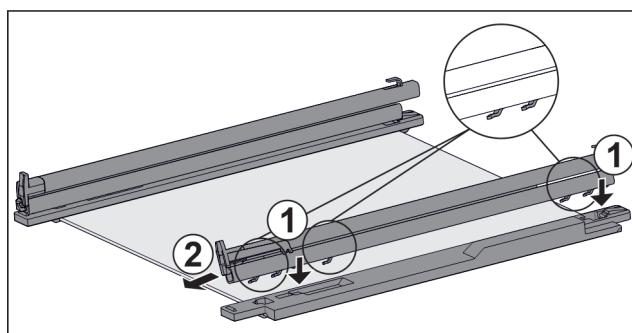

Fig. 121 Стъклена плоча с релси и задържащи части
- ▶ Поставете куките на релсата върху отворите на **лявата** задържаща част. *Fig. 121 (1)*
- ▶ Издърпайте релсата напред. *Fig. 121 (2)*
- ▶ Поставете куките на релсата върху отворите на **дясната** задържаща част. *Fig. 121 (1)*